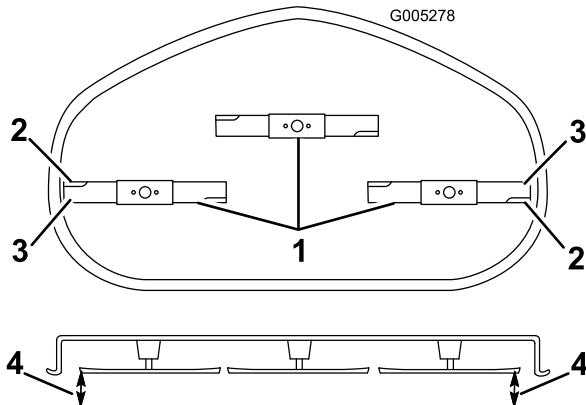

Figura 38
- Gire cuidadosamente la(s) cuchilla(s) colocándola(s) perpendicularmente al sentido de avance de la máquina (Figura 38).
- Mida entre los bordes de corte exteriores y la superficie plana (Figura 38). Si hay una diferencia de más de 5 mm entre ambas dimensiones, se requiere un ajuste; siga con este procedimiento.